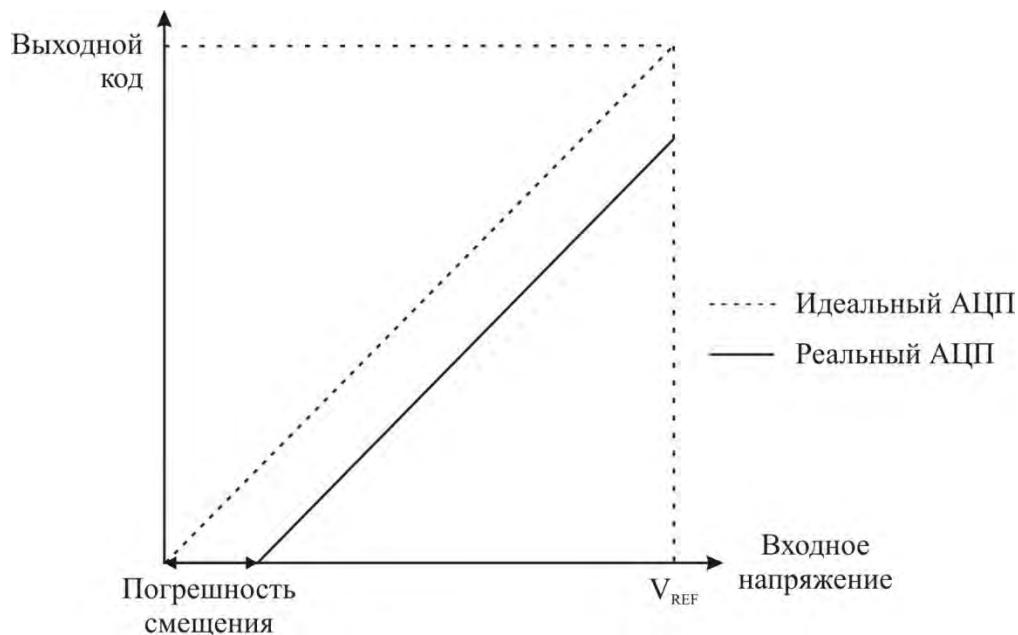

Рисунок 3.116 – Погрешность смещения
1. Смещение (рисунок 3.116) – отклонение первого перехода (с 0x000 на 0x001) по сравнению с идеальным переходом (т. е. при 0,5 младшего значащего разряда). Идеальное значение: ноль.